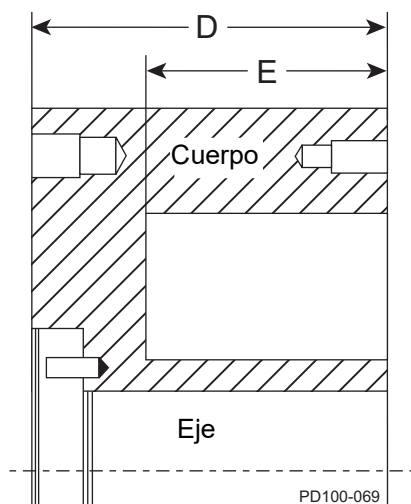
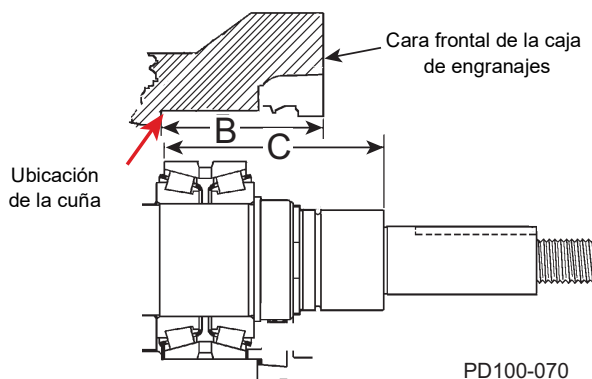

Figura 54 - Medida D y E
Figura 55 - Medida B y C
4. Si es necesario calcular las cúñas necesarias para ejes de reemplazo, rodamientos o ambos, consulte Figura 55 y Figura 54, lleve mediciones y cálculos a tres lugares decimales (p. ej., 059).
- Mida "B" en la caja de engranajes y "C" en el eje (Figura 55).
- Mida "D" y "E" en el cuerpo (Figura 54).
(Leyendas para Figura 54 y Figura 55)